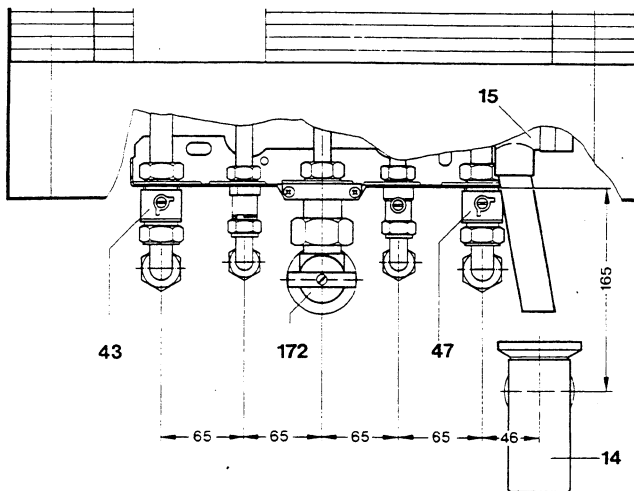

Fig. 10
- Collegare il cavo ai morsetti L, N e \perp (fig. 10).